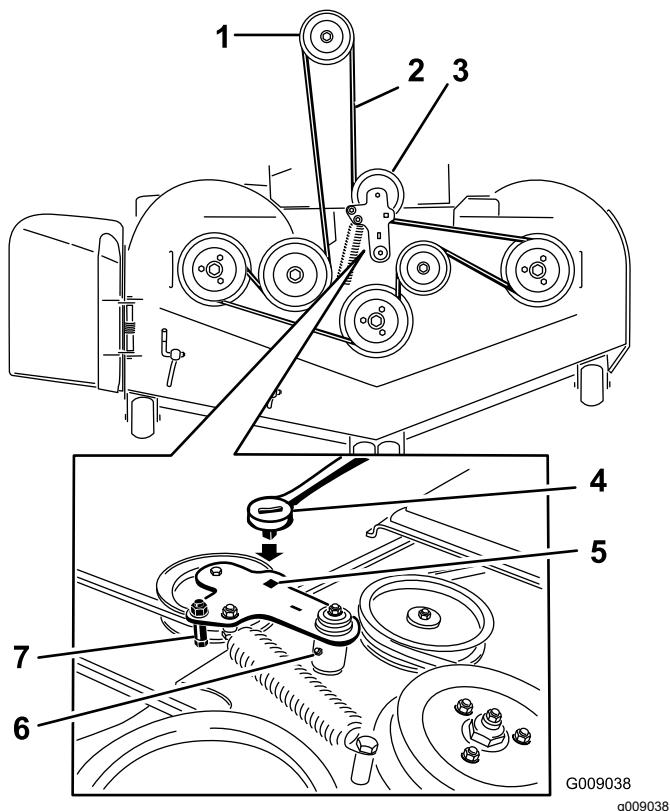

Figura 98
5. Utilice una llave de carraca en el taladro cuadrado del brazo tensor para aliviar la tensión del muelle tensor (Figura 98).
7. Instale la guía de la correa en el brazo tensor tensado con muelle (Figura 98).
9. Pase la correa nueva alrededor de las poleas del cortacésped y de la polea del embrague, debajo del motor (Figura 98).
10. Instale la guía de la correa en el brazo tensor (Figura 98).
11. Utilizando la llave de carraca en el taladro cuadrado, instale el muelle tensor (Figura 98).